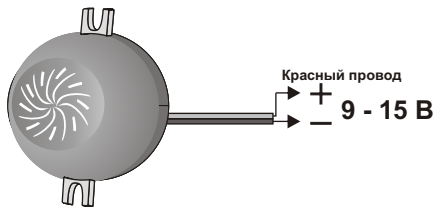

Рис.2 Схема подключения ПКИ-1.
5.2. На рис.2 показана схема подключения ПКИ-1.
5.1. Перед установкой необходимо проверить внешний вид оповещателя на наличие повреждений и проверить работоспособность следующим образом: подключить источник питания (типа Б5-7) к выводам оповещателя (рис.2), предварительно установив напряжение питания  $12 \pm 3$  В. При этом оповещатель должен выдать звуковой сигнал.